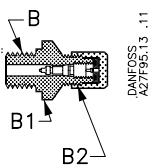
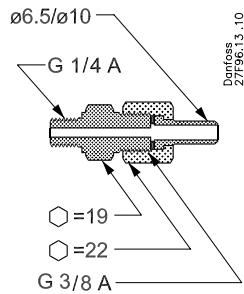
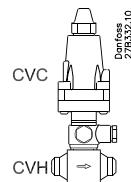

Fig. 2
Fig. 3
Fig. 4. CVC - CHV
Banjofittingen er forsynet med to ens tilslutnings-huller. I det ene hul monteres signalledningen ved hjælp af tilslutningen fig. 3. Signalledningen fra CVC skal tilsluttes der hvor trykket ønskes reguleret, f.eks. umiddelbart før kompressoren, hvis der ønskes en startregulatorfunktion.
Signalledningen må ikke kunne afspærres. I det andet hul på banjofittingen er det muligt at tilslutte et manometer, der kan anvendes ved indstillingen af CVC. Manometret mäter trykket P_s i signalledningen. I stedet for blændpropsten (44) skal der så iskrues en manometertilslutning, fig. 2 eller 3; se »Tilbehør».
CVC kan desuden monteres i ventilhuset CVH og anvendes som separat pilotventil eller selvstændig venti; se fig. 4.
Manometertilslutning for fluorerede kølemidler: selvlukkende ventil med flaretilslutning (fig. 2) bestillingsnr. 027B2041; for ammoniak: Ø6.5 / Ø10 mm svejsestud (fig. 3) bestillingsnr. 027B2035.
The banjo fitting has two identical connection holes. In the one hole the signal line is fitted with the connection shown in fig. 3. The signal line from the CVC must be connected at the point where the pressure is to be regulated, e.g. immediately in front of the compressor if crankcase pressure regulator function is required. It must not be possible to block the signal line. In the other hole in the banjo fitting a mano-meter can be fitted for use when setting CVC. The manometer measures the pressure p_s in the signal line. Instead of blanking plug (44) a manometer connection, fig. 2 or 3, must be screwed in, see „Accessories“. If only one of the two connection holes in the banjo fitting is used the other must be blanked off with blanking plug (44). CVC can also be fitted in valve body CVH and be as a separate pilot valve or independent valve, see fig. 4. If CVC-CVH is used as a separate pilot valve the unit must be fitted in the pilot line with flow towards the main valve.